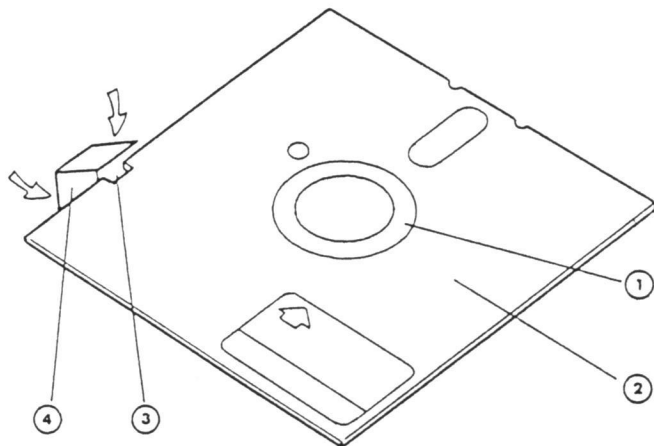

fig. 2
5. PROTECTION CONTRE L'EFFACEMENT DES DISQUETTES ENREGISTREES (fig. 2)